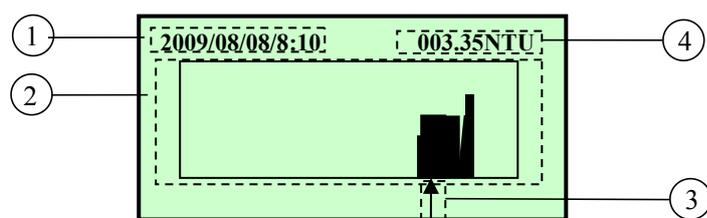

图 3-44 历史数据界面
仪表每隔 5 分钟将自动记录测量的数据，一次能显示 12 个小时的历史记录，在仪表信息菜单内选择“2 历史数据”后按“SET”键，就出现如图 3-44 所示的历史数据显示界面，标号①的时间是箭头所指数据的测量时间，箭头移动时，时间相应变化；标号②为历史数据比例显示区，曲线的高度是历史数据相对当前设置量程的比例，曲线达到最大高度时表示数据大于或等于当前设置的量程值；标号③的箭头用于指示当前显示的历史数据的位置，箭头可以通过“▼”和“▲”键移动，此时标号①和④对应的的时间和浓度将跟随箭头位置的变化而变化，当箭头移动到最左端时，如果继续按“▲”键，将显示前 12 小时内的历史数据，同样，如果当箭头位于最右端时，如果继续按“▼”键，仪表将显示下一个 12 小时的历史数据。通过“MODE”与“▲”可以向前快速翻动历史记录，“MODE”与“▼”可以向后快速翻动历史记录，每次翻动一页。